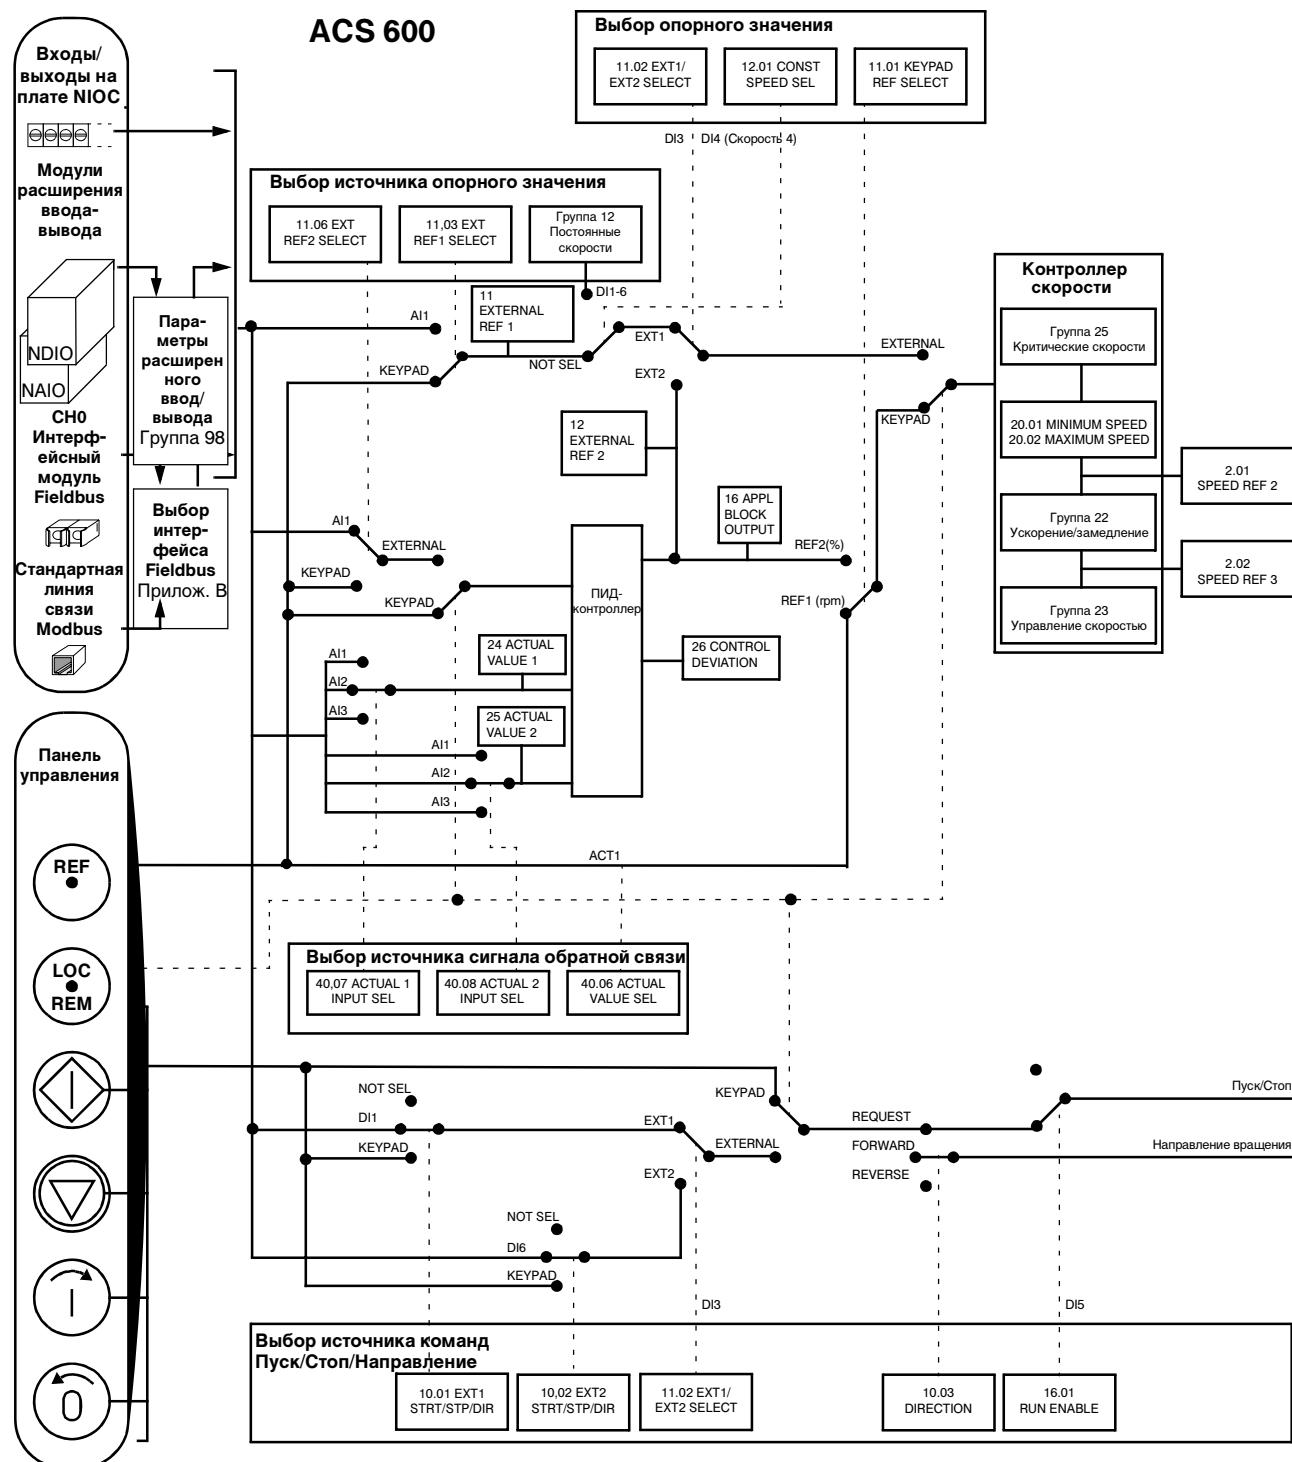

Рис. 5-9. Коммутация управляющих сигналов для макроса ПИД-управления
- **** В режиме ПИД-управления (т. е. когда вход DI3 подключен к +24 В) выбор постоянной скорости невозможен. См. рис. 5-9.
На Рис. 5-9. показано, как коммутируются управляющие сигналы (опорное значение, команды Пуск, Стоп и Направление) при использовании макроса ПИД-управления.